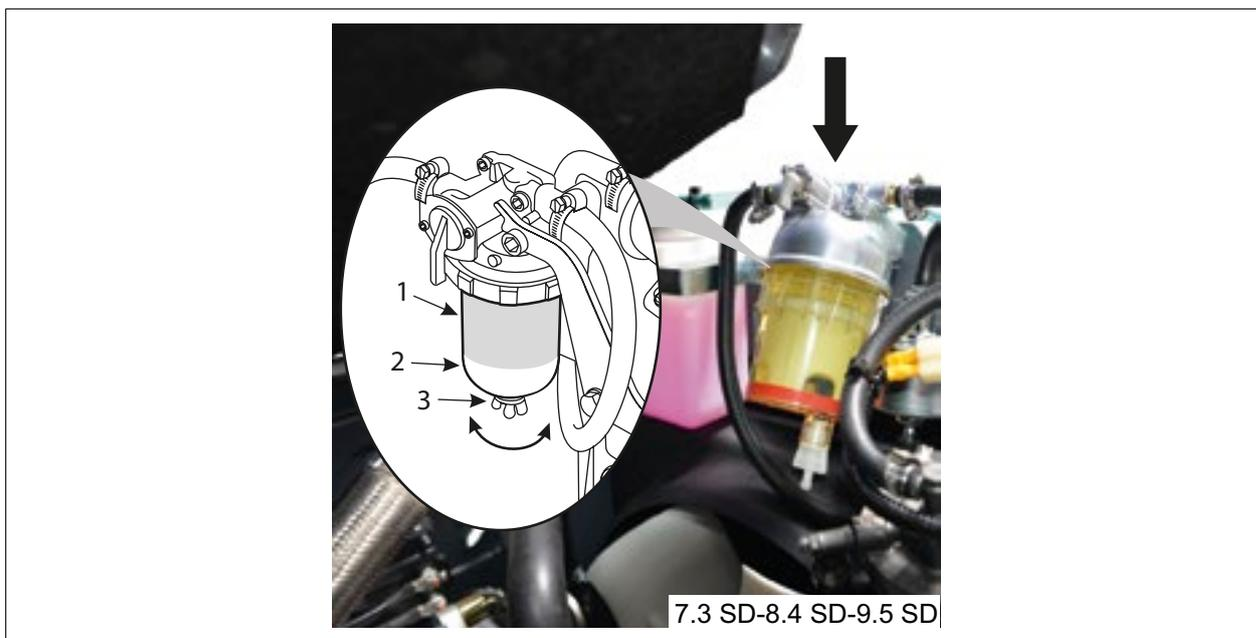

РИС. 61
- 5) Осмотрите фильтр сепаратора и проверьте на предмет наличия воды (РИС. 61 - Сс. 2) в нижней части чаши фильтра. (РИС. 61 - Сс. 1).
- Откройте сливной клапан (РИС. 61 - Сс. 3) в нижней части чаши фильтра.